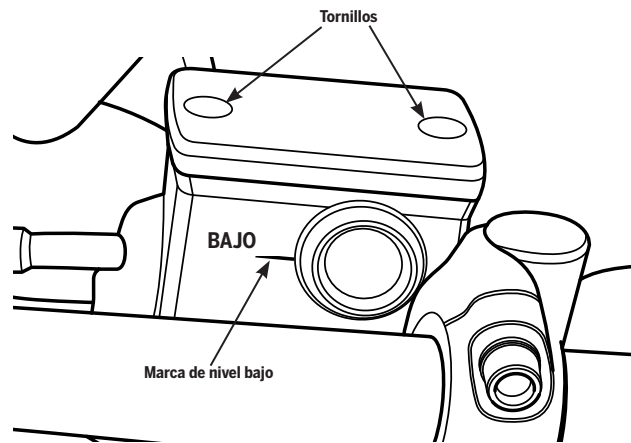

Ilustración 53: comprobación del nivel del líquido de frenos
4. Inspeccione la mirilla y determine si el líquido está por debajo de la marca "bajo" (**ilustración 53**). Si el líquido está por debajo de la marca "bajo", se debe añadir líquido de frenos.